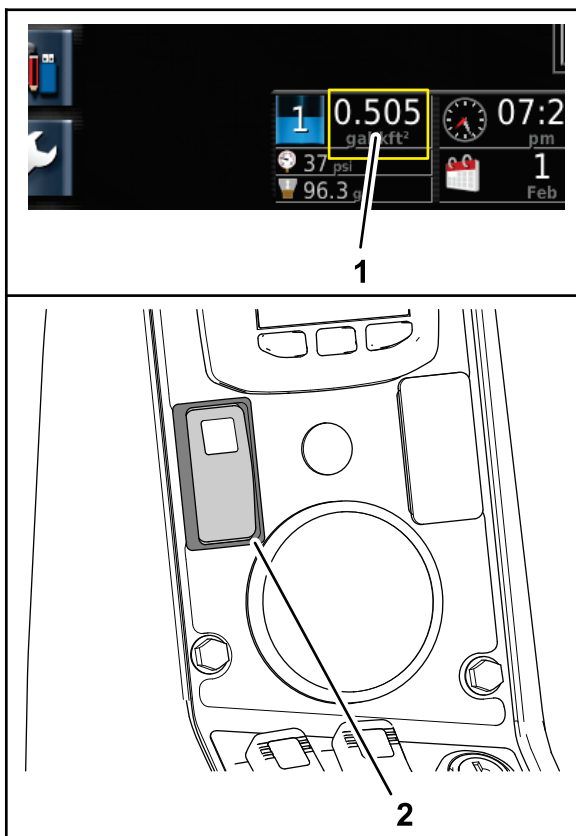

Figura 53
1. Ajuste a velocidade do motor até que a taxa de aplicação alvo seja mostrada no painel de instrumentos da consola de controlo X25 e ative o interruptor de bloqueio do acelerador da máquina (Figura 53).